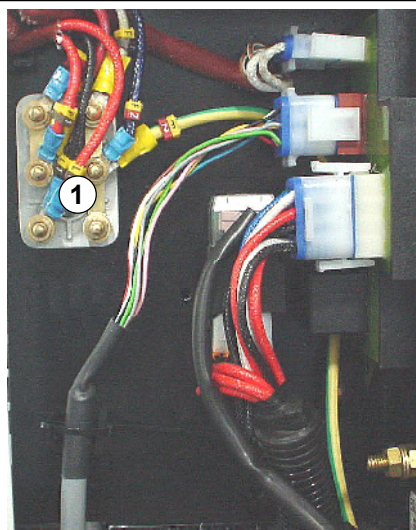

Fig. 15
- Per ottenere i collegamenti sia in parallelo che in serie utilizzare sulla morsettiera fig. 15 rif. 1 gli appositi ponticelli dati in dotazione negli accessori del gruppo elettrogeno.